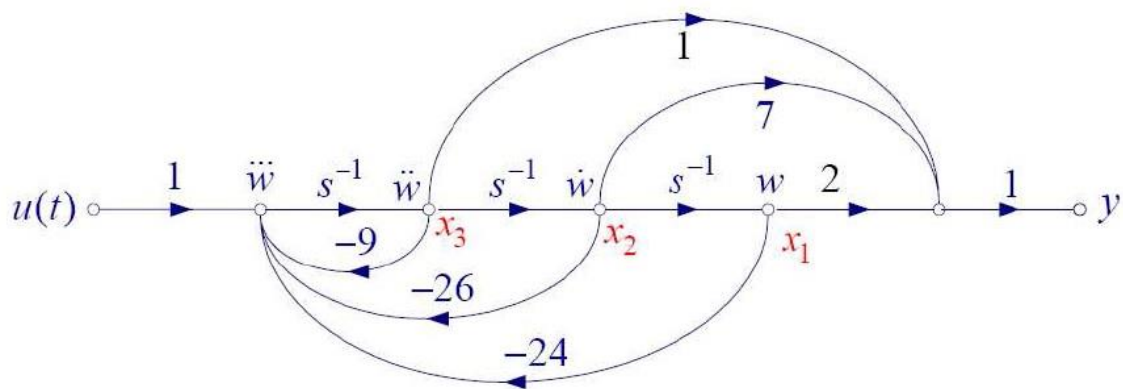

Figura P5
6. Para el diagrama de flujo de la figura P5: